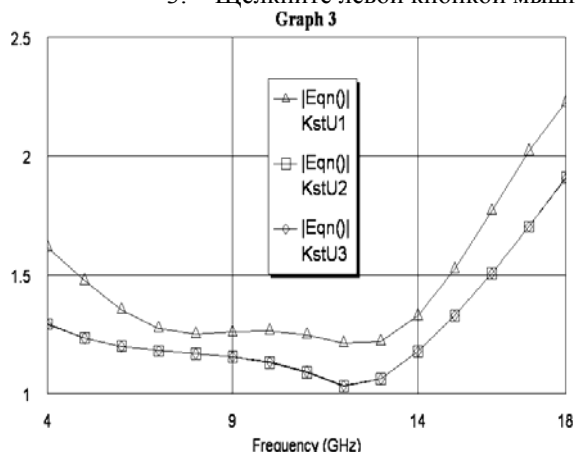

Рис. 5.66
8. Щёлкните левой кнопкой мышки по значку **Analyze** на панели инструментов. Результаты анализа отображаются на графике рис. 5.66.